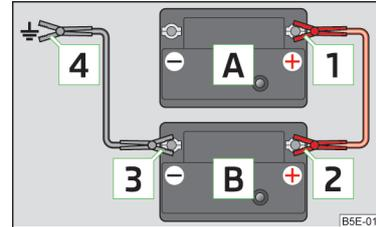

Fig. 149
- Conectar el borne **1** al polo positivo de la batería descargada **A** » fig. 149.